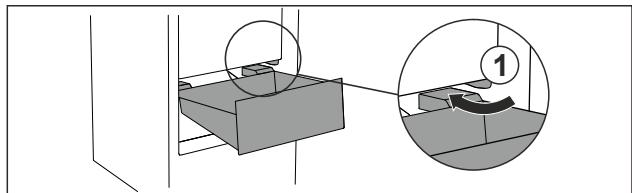

Fig. 98
- ▶ Прокарайте чекмеджето под ъгъл около ограничителите Fig. 98 (1).